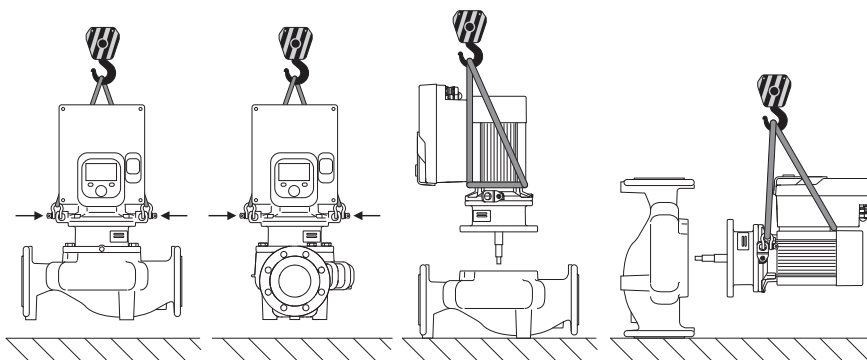

Fig. 6: Kierunek podnoszenia pompy pojedynczej
Pompę należy transportować, korzystając z dopuszczonych zawiesi (np. wielokrążka, żurawia itp.). Zawiesia należy zamocować do uchwytów transportowych znajdujących się na kołnierzu silnika. Pętle do podnoszenia, jeżeli to konieczne, wsunąć pod płytę adaptacyjną (Fig. 6/7). Należy zabezpieczyć pompę przed przewróceniem się.
2. W celu zabezpieczenia należy zamocować głowicę silnika (Fig. 4) za pomocą odpowiednich urządzeń wciągających w uchwytach transportowych. Aby jednostka nie wyróciła się, należy ułożyć wokół niej pętlę z pasa według Fig. 6 obejmującą silnik i adapter modułu elektronicznego. Podczas mocowania unikać uszkodzenia modułu elektronicznego.